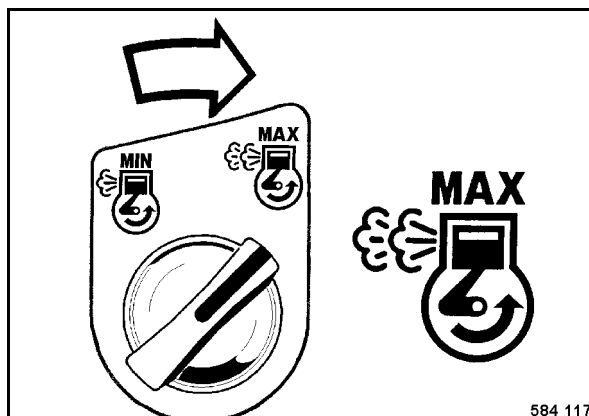

fig. 47
- Positionner l'interrupteur rotatif (fig. 47) sur "MAX" (pleins gaz).